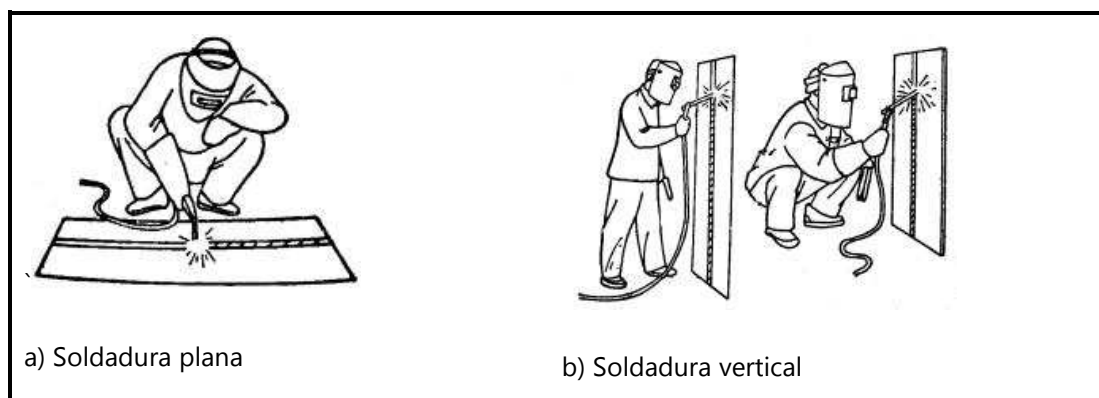

Fig. 11.2 Postura al soldar
- 4) Antes de trabajar en modo TIG, le rogamos que conecte la pinza de masa al conector hembra de la máquina "+" y el porta-electrodo al "-" (según se muestra en la Fig. 11.2). No se permite el tipo PC de cableado o de lo contrario el proceso de soldadura no se llevará a cabo de forma satisfactoria. Conecte el cable de control de la antorcha al conector establecido y seleccione el modo de soldadura correcto según el material de la pieza a soldar y verifique si el electrodo de tungsteno coincide con los parámetros de corriente y los de electrodo de tungsteno del panel de control. En modo de soldadura con corriente CA, un parámetro de compensación erróneo puede dar lugar a un comportamiento anormal de la soldadura.